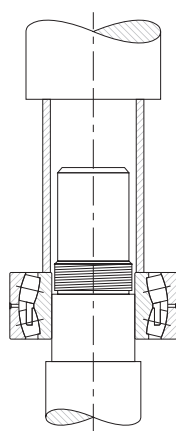

Abb. 11. Dornpresse-Methode.
- Eine andere Montagemethode, die normalerweise nur für kleinere Lager verwendet wird, besteht darin, das Lager auf die Welle bzw. in das Gehäuse zu drücken. Hierfür kann eine Dornpresse und ein Montagerohr verwendet werden (vgl. Abb. 11).